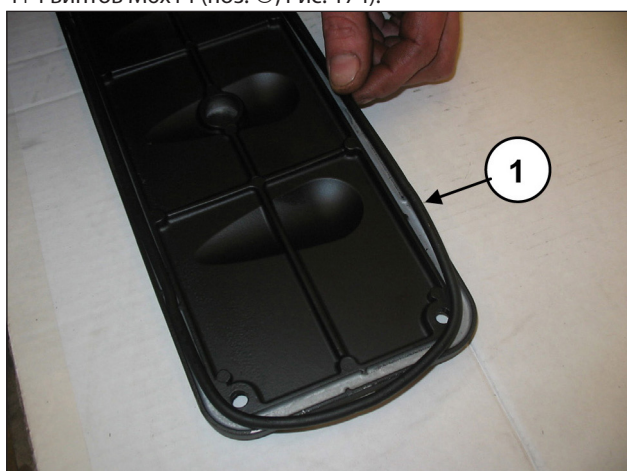
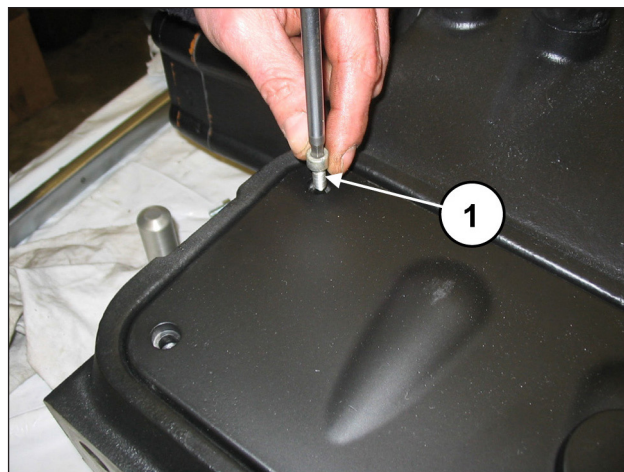

Рис. 173
Рис. 174
Вставьте уплотнительные кольца O-ring в смотровые крышки (поз. ①, Рис. 173) и установите крышки с помощью 4+4 винтов М6х14 (поз. ①, Рис. 174).